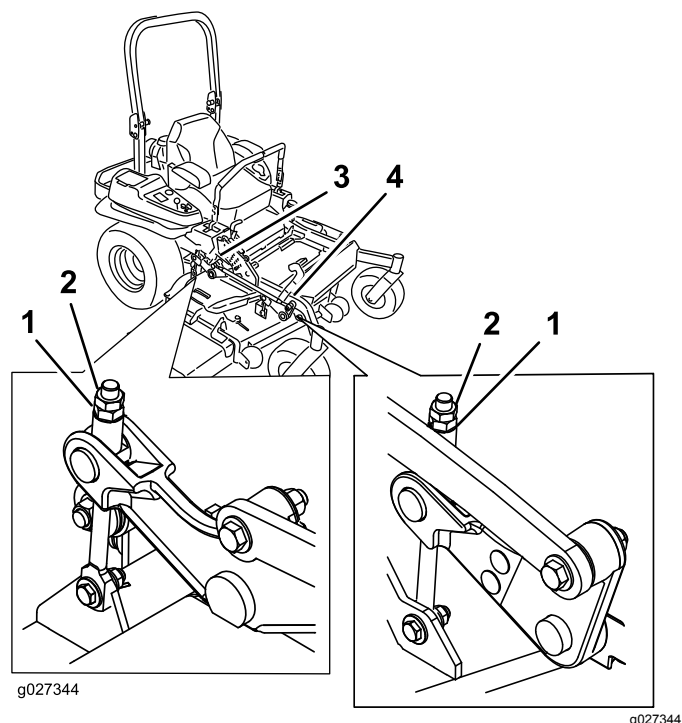

Figure 100
10. Ajustez précisément le serrage de l'écrou de réglage sur l'ensemble de levage du tablier avant (Figure 100).
16. Ajustez précisément la vis de réglage en la tournant jusqu'à obtention d'une hauteur de 8,3 mm (3,25 po) (Figure 100).